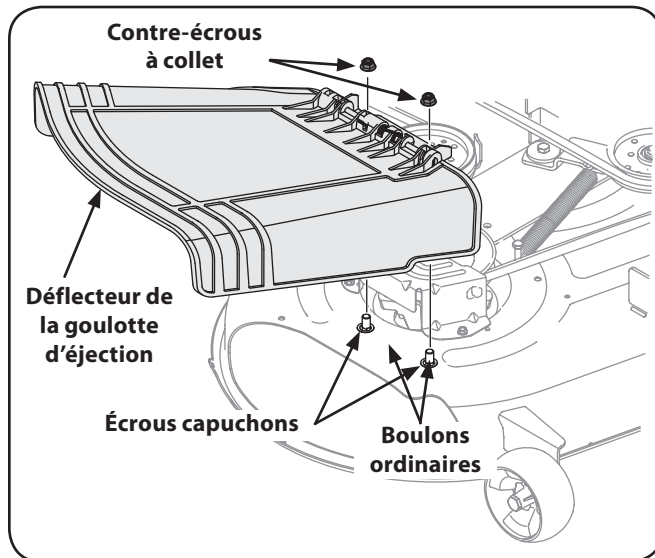

Figure 3-3
3. Installez le déflecteur de la goulotte d'éjection avec les boulons ordinaires, les écrous capuchons et les contre-écrous à collet comme à la Fig. 3-3. Serrez toute la boulonnerie.